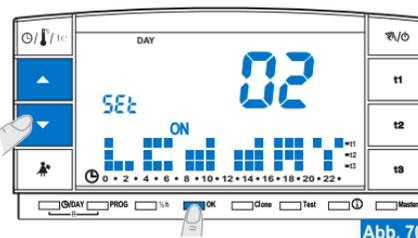

Abb. 70
- Drücken Sie auf dem Bildschirm mit der Anzeige des Displaykontrasts (Beispiel Abb. 69) die Tasten ▲▼, um die Stufe "02" LCd dAY auszuwählen (Beispiel Abb. 70).